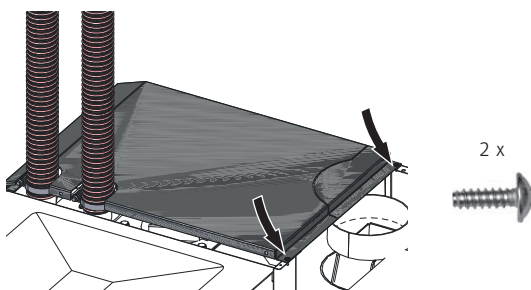

Fig. 115 Posizionare il coperchio del rivestimento serbatoio dietro e fissarlo con 2 viti autofilettanti
- ▶ Posizionare il coperchio del rivestimento serbatoio dietro sulla caldaia e fissarlo con 2 viti autofilettanti – Fig. 115.